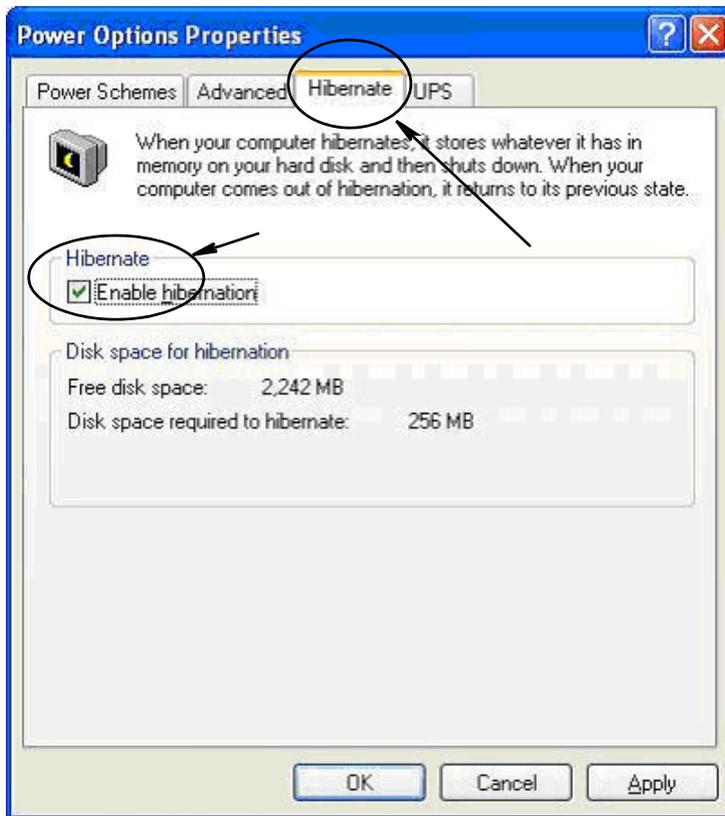

ABB. 15
3. Wählen Sie die Registerkarte „Ruhezustand“. Schalten Sie den Ruhezustand aus, indem Sie das Ankreuzfeld „Ruhezustand aktivieren“ deaktivieren (also seine Markierung aufheben). Klicken Sie auf „Anwenden“ und „OK“, um alle Fenster zu schließen (ABB. 15) und die Änderungen zu speichern.